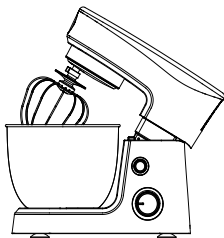
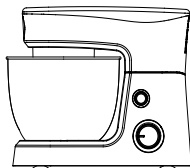

Рисунок 1
Рисунок 2
- Поставьте чашу (5) на место. Для этого поставьте чашу на основание, затем поверните чашу по часовой стрелке, пока она не зафиксируется в правильном положении (рис.1).
- Опустите моторную головку с установленной насадкой (6/7/8) в чашу (5) следующим образом: придерживая моторную головку (1) одной рукой, опустите ее вниз. Характерный щелчок будет обозначать, что моторная головка установлена правильно.
- Убедитесь, что защитная крышка (10) на месте (рис.2).